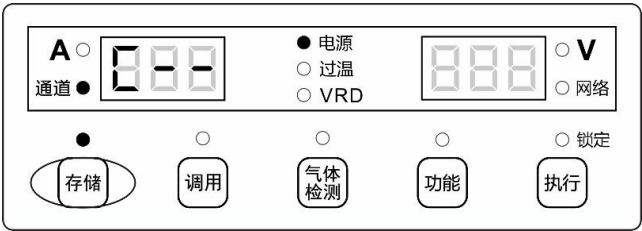

图 3-8 存储设置界面(换图)
3. 用面板旋钮选择通道号（1~99），按**存储**键确认，如图 3-8 所示。